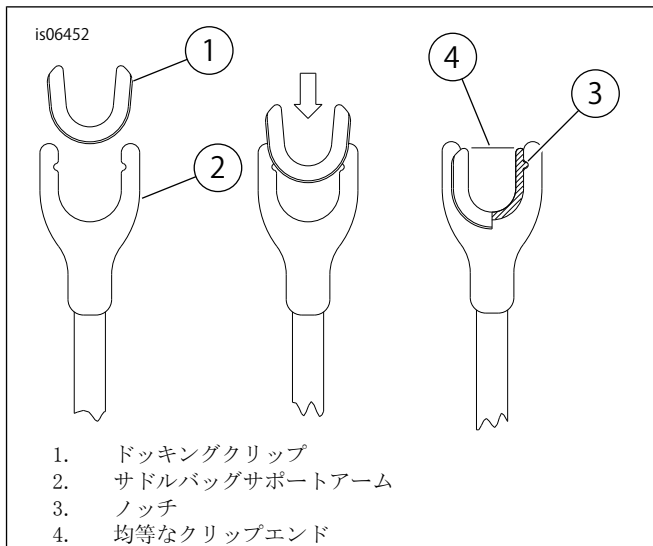

図2。ドッキングクリップの取付け
2. 「図2」を参照して、U型ドッキングクリップ(1)をサドルバッグサポートアーム(2)のスロットエンドに取り付ける。クリップは、サポートアームスロット内に完全に挿入され、ドッキングクレビスに適合する必要があります。